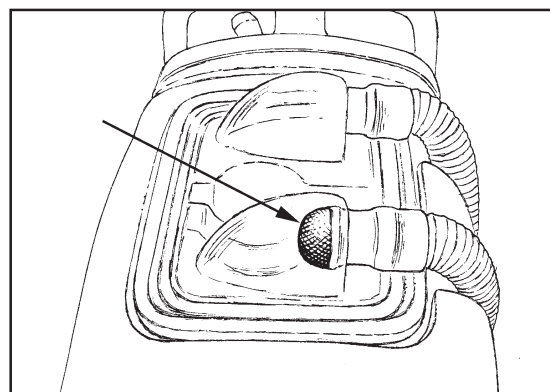

Figura 30
3. Verifique que el filtro de tamiz se encuentre adecuadamente instalado en la tapa de recuperación y se encuentre limpio (Refiérase a la figura 30).
4. Compruebe que la tapa del depósito de recuperación está correctamente colocada. Ver figura 30.